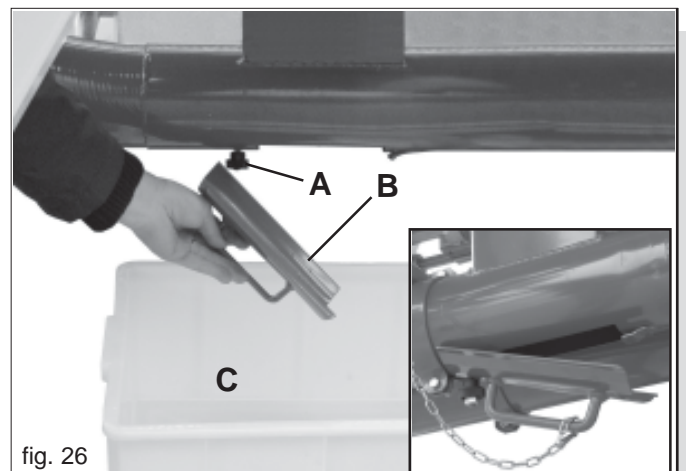

fig. 26
- Allentare i pomelli (A, Fig. 26) e togliere le saracinesche (B).
- Posizionare le vaschette di raccolta semi sotto gli scarichi (C Fig. 26).